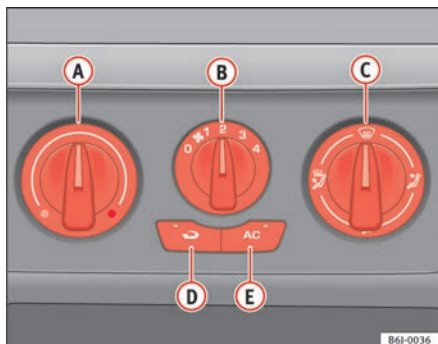

Abb. 86 In der Instrumententafel: Bedienelemente der Heizung
- Mit den Reglern ⇒ Abb. 86 (A) und (C) und mit dem Schalter (B) stellen Sie die Temperatur, die Luftverteilung und die Gebläsestufen ein.
- Drücken Sie die Taste (D), um die Umluftfunktion ein- oder auszuschalten. In der jeweiligen Taste leuchtet eine Kontrollleuchte auf, wenn die Funktion eingeschaltet ist.